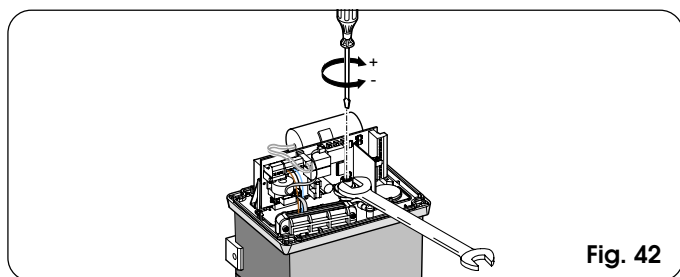

Fig. 42
- 2) Mantenere bloccato l'albero motore tramite una chiave inglese ed agire sulla vite di regolazione della frizione con chiave a brugola o cacciavite come da Fig. 42.